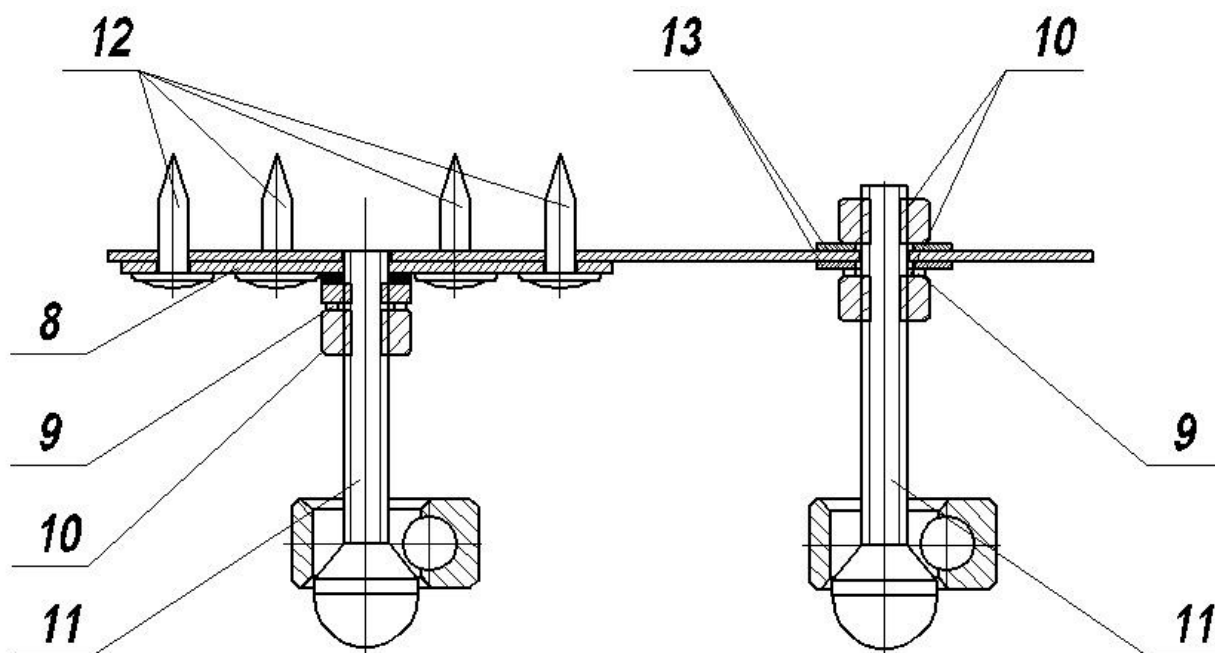

рис.4
5. установить кронштейн «сфера» на капоте автомобиля согласно рис.4
3. установить кронштейны типа «сфера» на капоте автомобиля согласно рис.4